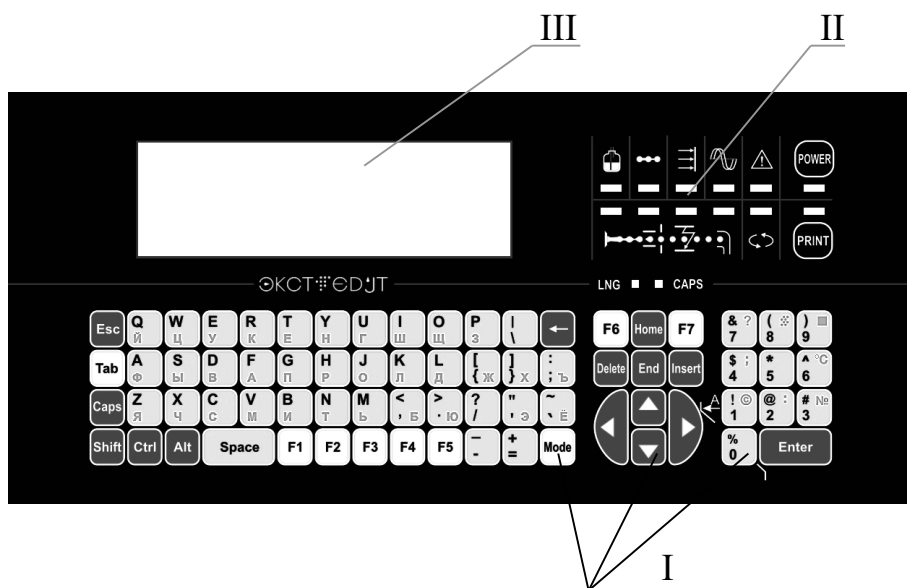

Рис.2.2.1 Внешний вид клавиатуры « ЭТИКЕТКА»
На лицевой панели БМ расположена клавиатура с встроенным дисплеем (см. рис.2.2.1).
- «ЭТИКЕТКА» (Рис.2.2.1)
- III. Дисплей – Графический размером 240x64 пикселей (см.рис.2.2.1).